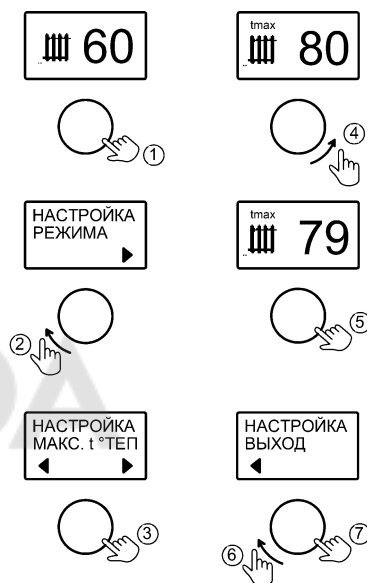

Рисунок 9. Настройка максимальной температуры теплоносителя
10.3 Вкладка «МАКС. t° ТЕПЛОНОСИТЕЛЯ» предусмотрена для ограничения максимальной температуры теплоносителя при работе котла во всех режимах, за исключением «ГВС» (см. рис. 9).